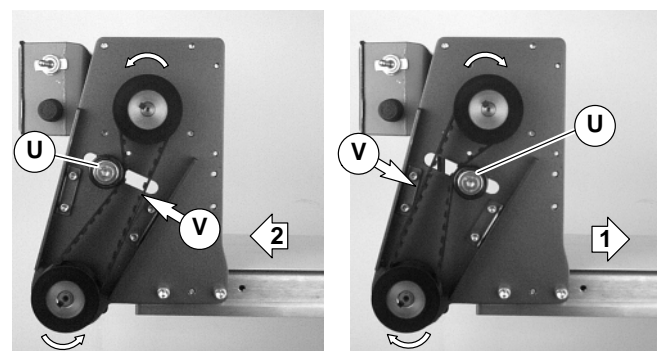

Abbildung 7
7. Je nach Laufrichtung des Fördergurtes (Richtung 1 oder 2) Lage der Zahnriemen-Spannvorrichtung wie gezeigt positionieren (U siehe Abbildung 7). Zahnriemen so spannen, bis eine Durchbiegung von 3 mm bei einer Kraft von 0,5 kg am mittleren - Punkt (V) des Zahnriemens erreicht ist. Die Spannschraube mit 12 Nm festziehen.